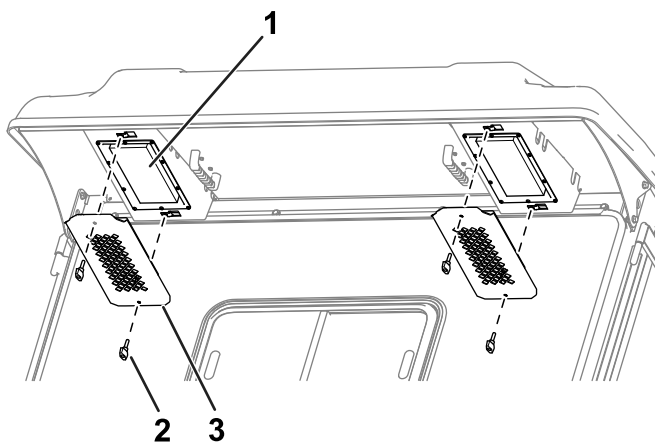

Figure 87
1. Enlevez les boutons et les grilles de l'avancée arrière de la cabine (**Figure 87**).
4. Utilisez les boutons et les grilles pour reposer les filtres dans la cabine (Figure 87).